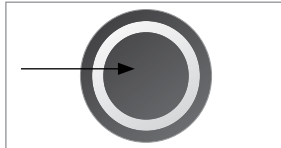
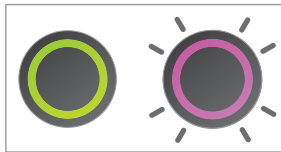

Figure 16
Figure 17
1. Appuyez brièvement sur le bouton iWOC One pour mettre le système en marche (figure 16). Vérifiez que le voyant de la commande est vert ; si le voyant de la commande est rose, il y a une erreur et elle doit être résolue avant d'utiliser le vélo (figure 17).